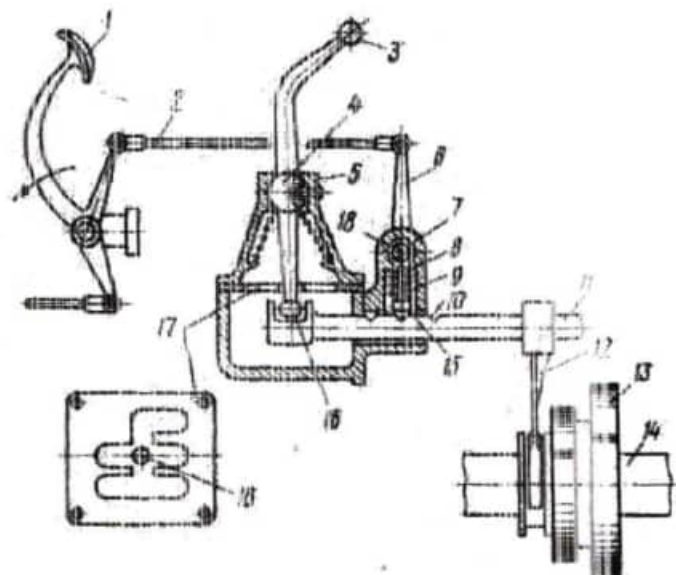

Рис.12.4.
3. Укажите позиции рис. 12.4., 12.5.